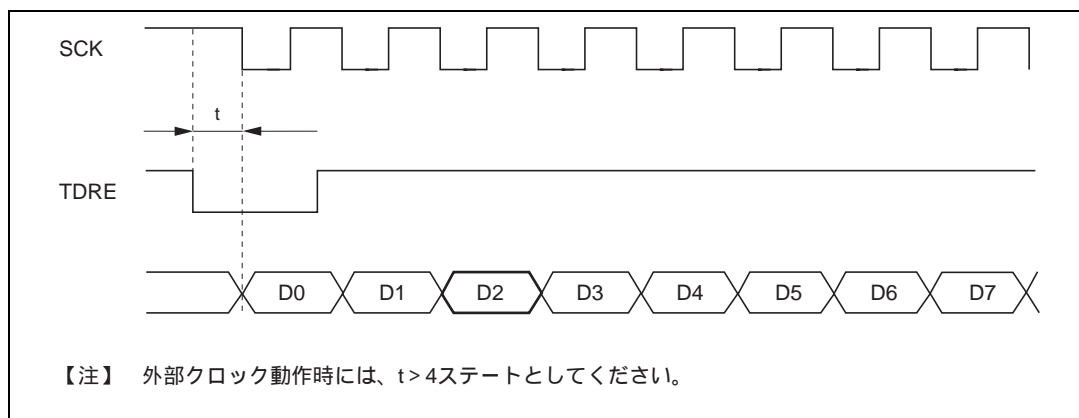

図 13.22 DMAC によるクロック同期式送信時の例
- (1) 同期クロックに外部クロックソースを使用する場合、DMACによるTDRの更新後、 ϕ クロックで5クロック以上経過した後に、送信クロックを入力してください。TDRの更新後4ステート以内に送信クロックを入力すると、誤動作することがあります。(図13.22)
- (2) DMACにより、RDRのリードを行うときは必ずDTCRのDTS2~0ビットで起動要因を当該SCIの受信完了割り込み(RXI)に設定してください。